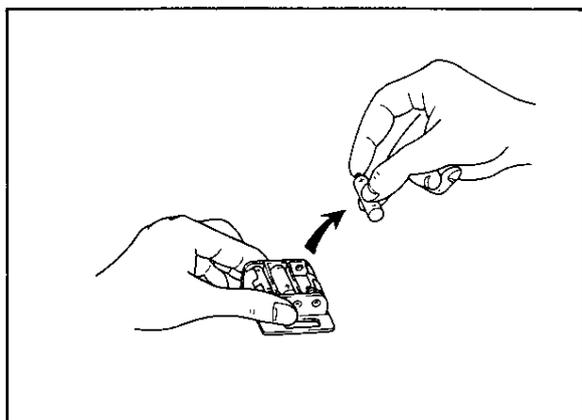

図 5.18
(5) 電池ホルダより電池を取り出します (図 5.18)。